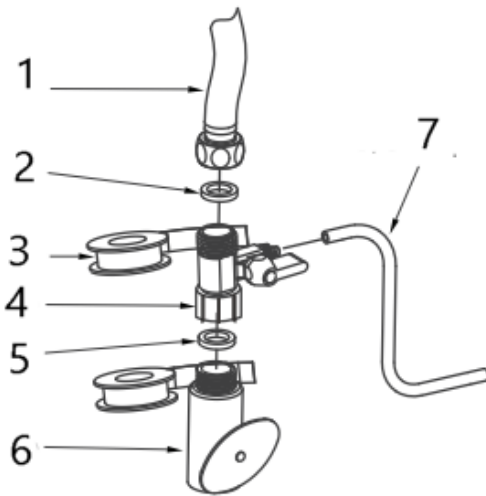

Fig. 1
3. Sluit de richtklep aan op de watertoevoerkraan en de slang (Fig. 1).